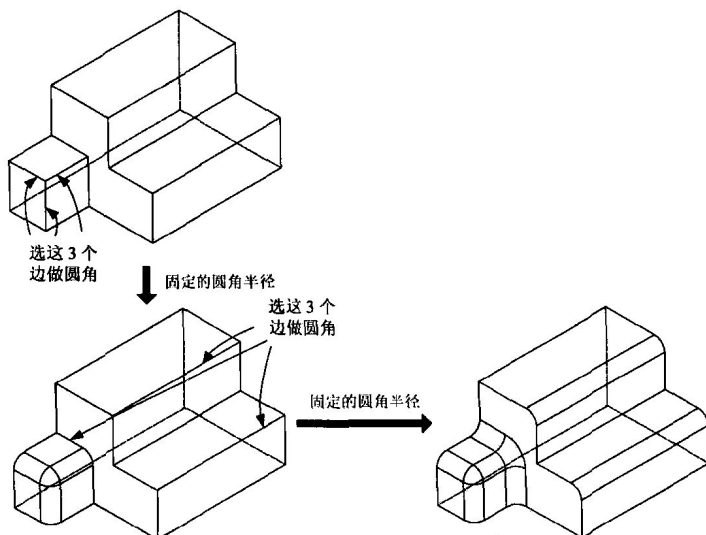

图 1.4
- ◆ Constant(常数): 固定的圆角半径值(见图 1.4)。